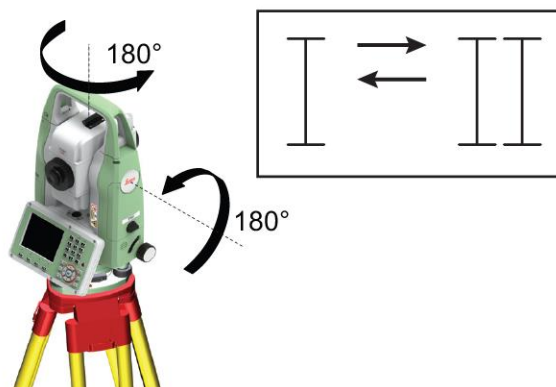

Рисунок 24 – Смена круга
7. Смените круг и повторите измерения на ту же точку (рисунок 24).